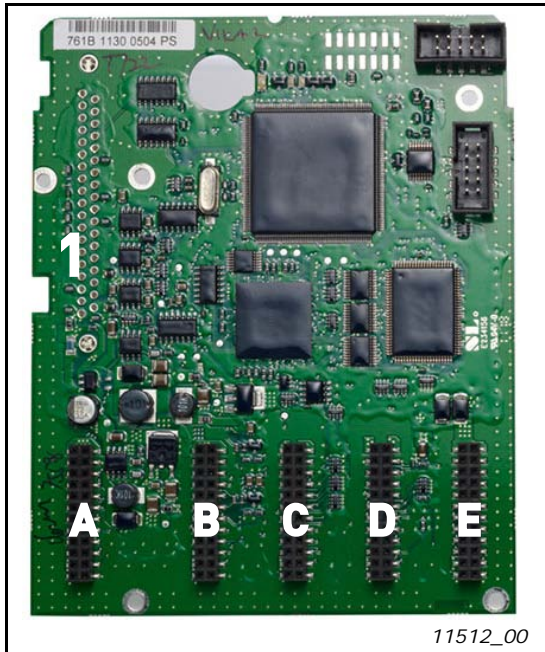

Figure 31. Carte de commande NX
Le module de commande du convertisseur de fréquence comporte principalement la carte de commande et les cartes (voir Figure 31 et Figure 32) insérées dans les cinq emplacements pour cartes (A à E) de la carte de commande. Cette dernière est raccordée au module de puissance par un connecteur D (1) ou par des câbles en fibre optique (FR9).